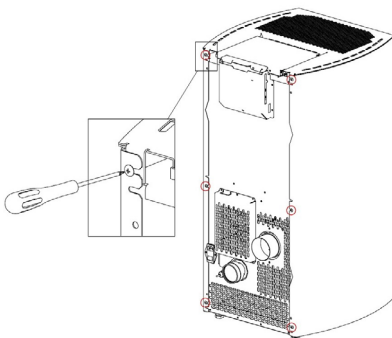

Fig. 40 - Schrauben lösen
- Die 6 hinteren Schrauben heraus-schrauben (siehe **Fig. 40 auf S. 22**).